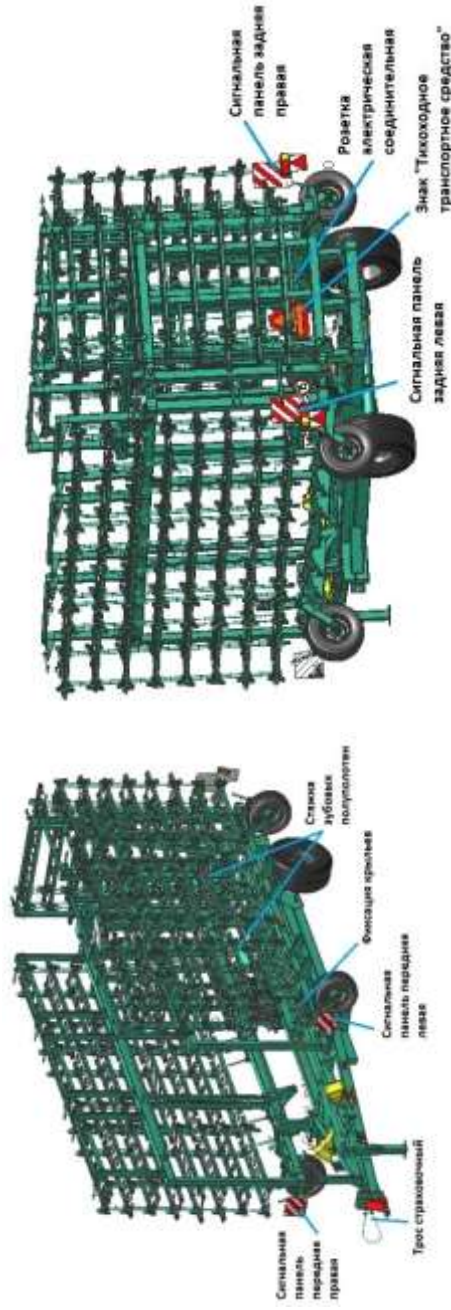

Рисунок 2 – Общий вид бороны в транспортном положении
4.4 Перевод бороны в транспортное положение (рис. 2):
4.5 Установка и монтаж электрооборудования (рисунок 2):